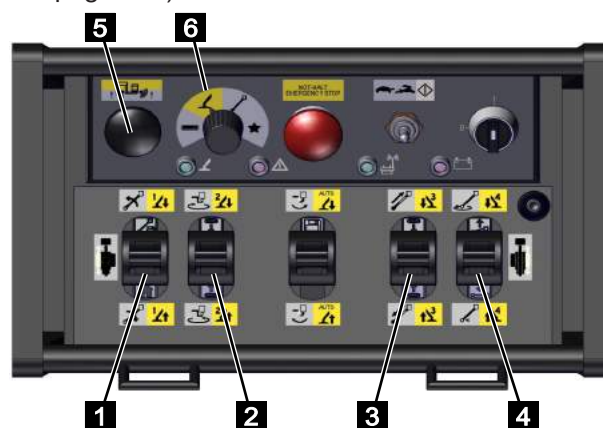

Fig. 135
4. Mettre le sélecteur de fonction sur [Fonction des appuis] (jaune) (Fig.135/6).
5. Maintenir le bouton « collision » (Fig.135/5) enfoncé.
6. Commander l'appui/les appuis souhaité(s) avec les leviers de commande (Fig.135/1, 2, 3 et 4) suivant le tableau ci-après.